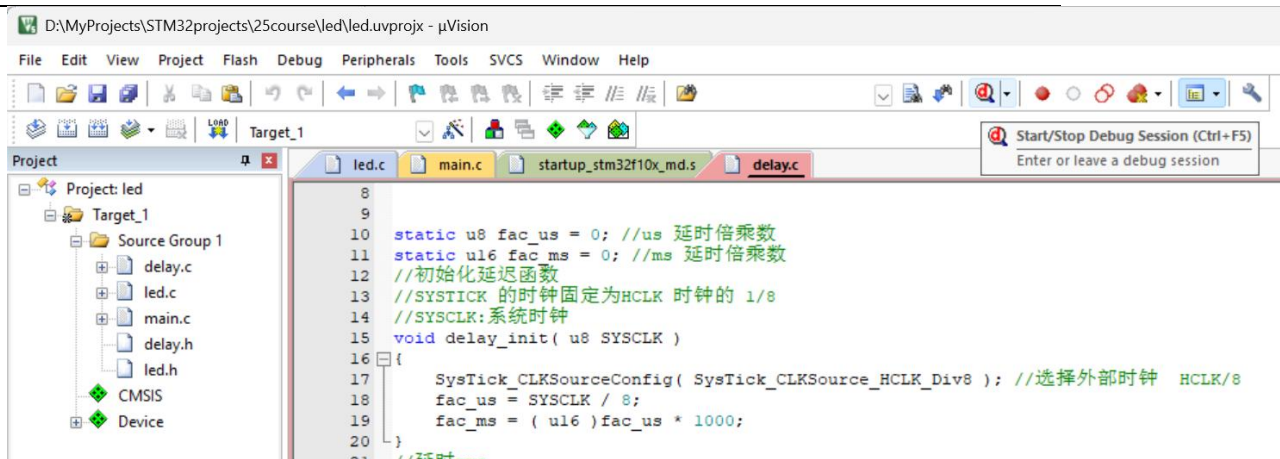

图 1-9 调试程序
- 5) （可选）下载完后可以点击 Debug 让程序进入调试模式，如图 1-9 所示；